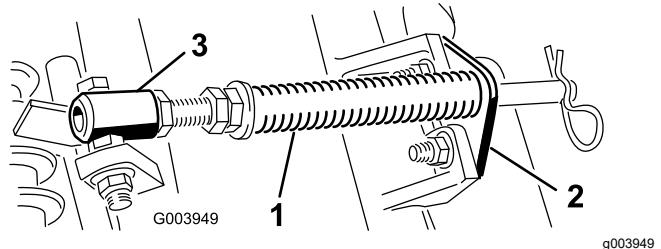

Figura 4
- A. Retire los 2 pernos de cuello cuadrado y las tuercas que sujetan el soporte de la varilla a las pestañas de la unidad de corte (Figura 4).
- B. Retire la tuerca con arandela prensada que fija el perno del tubo del muelle a la pestaña del bastidor de tiro (Figura 4), y retire el conjunto.
**Nota:** Coloque la cabeza del perno en el exterior de la pestaña, según se muestra en Figura 4.